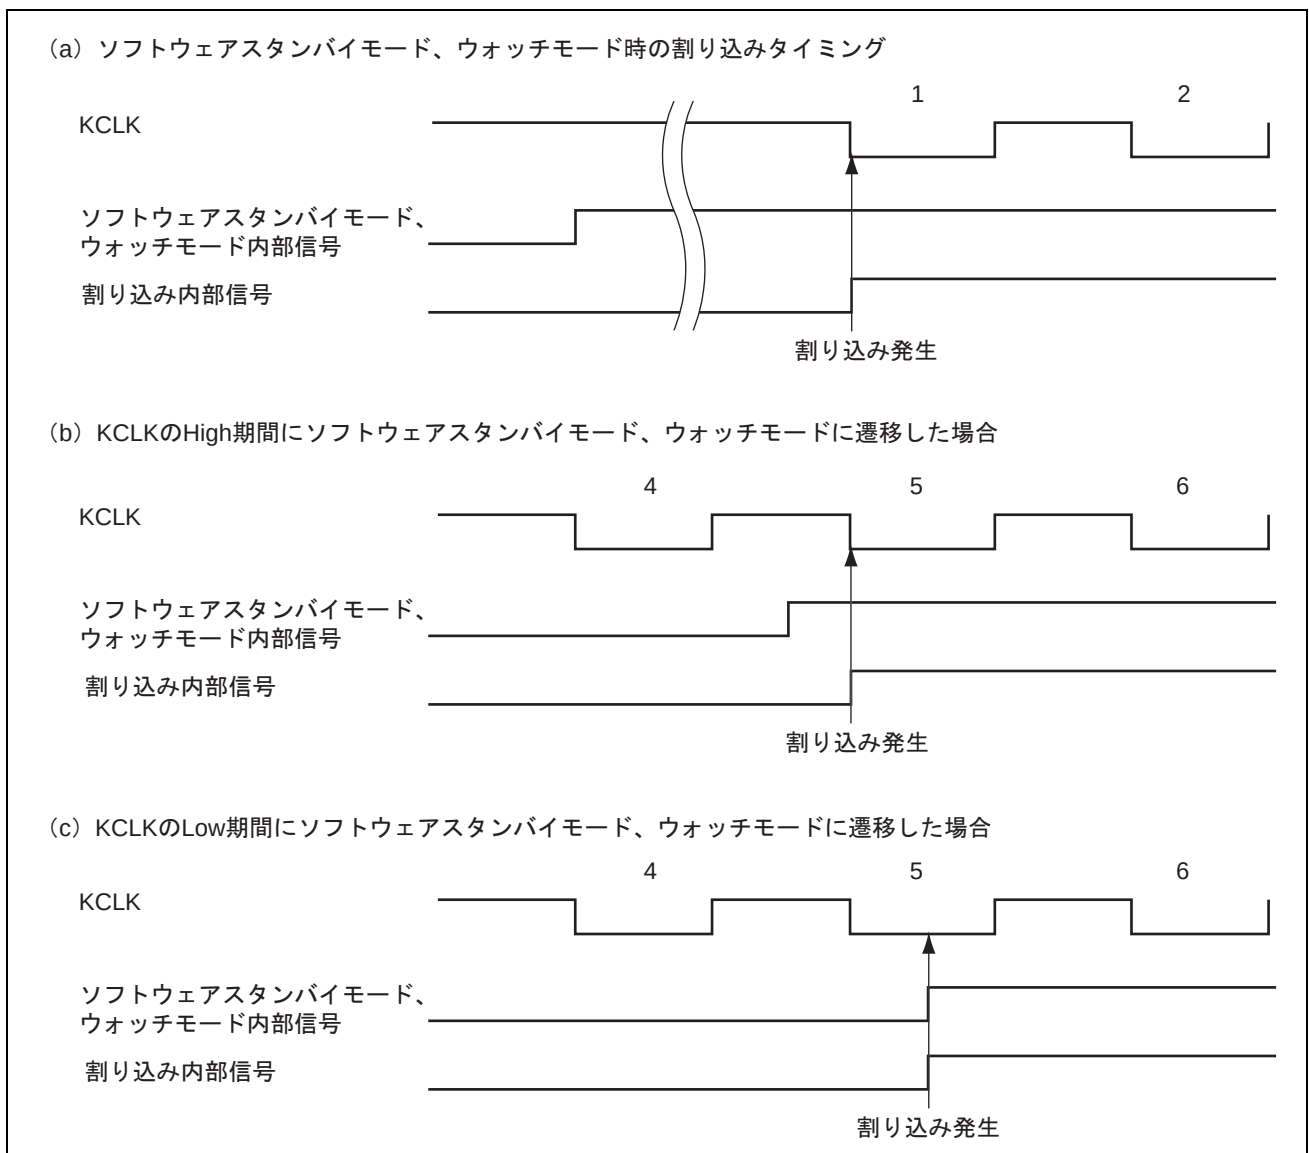

図 18.17 ソフトウェアスタンバイモード、ウォッチモード時の割り込みタイミング
1st KCLK 立ち下がり割り込みでソフトウェアスタンバイモード、ウォッチモードの解除が可能です。ただしこの場合、ソフトウェアスタンバイモード、ウォッチモード遷移後の最初の KCLK にて割り込みが発生します (図 18.17 参照)。
- 送信中にソフトウェアスタンバイモード、ウォッチモードに遷移し1st KCLK立ち下がり割り込みで解除した場合、解除直後はソフトウェアスタンバイモード、ウォッチモード遷移前の状態が保持されています。割り込み処理ルーチンで初期化の処理が必要です。また、割り込み発生について図18.17の (b)、(c) のような注意が必要です。